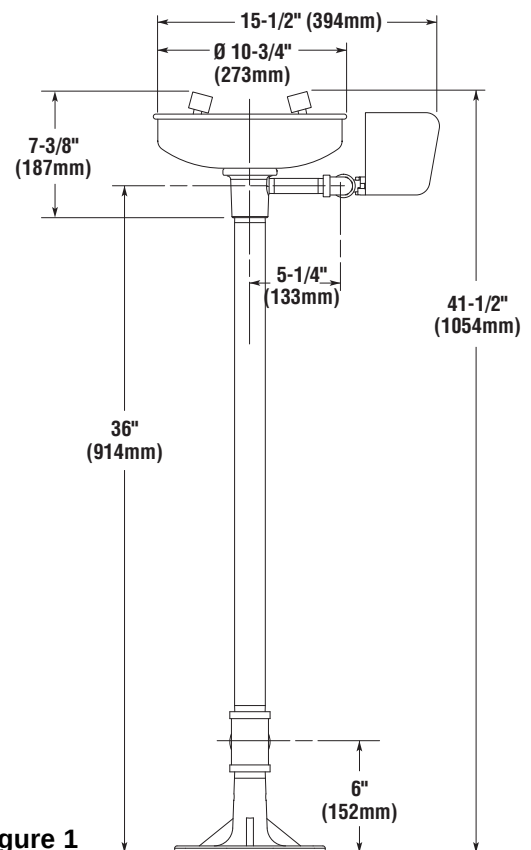

Figure 1
1. Pour fixer la base au sol, poser les trois chevilles (à fournir) pour les trois vis de 3/8 in. dans le sol (Figure 1).